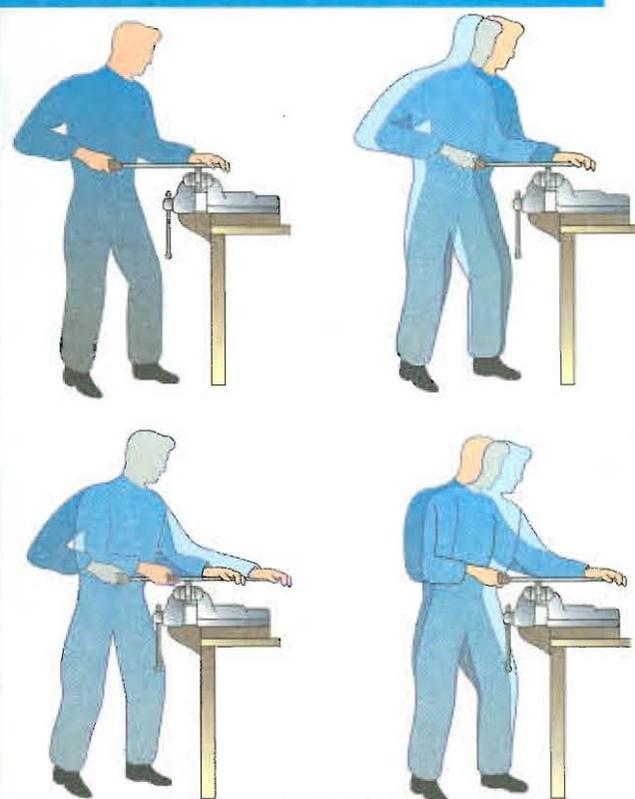

FIGURA 1
- 1. Práctica de limado:** Se aplica la herramienta a la superficie a limar, y se le da un movimiento de avance y retroceso. Solamente debe hacerse presión contra la pieza durante el movimiento de avance, puesto que el picado de la lima está dispuesto de tal forma que los dientes sólo cortan en este sentido. El retroceso de la lima debe hacerse sin presionar y arrastrando la lima sobre la superficie de la pieza: así se quitan las rebabas y la superficie queda más lisa. En la figura 1 se detalla la sucesión de movimientos de cuerpo y brazos durante la operación de limado.